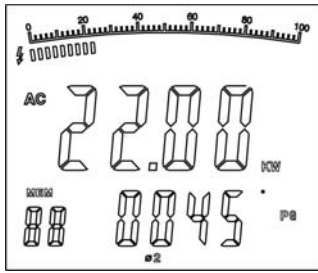

Figura 9
2. Después de grabar la medición de la potencia de corriente de la primera fase, pulse SEL para elegir  $\text{Ø}2$ . La doble pantalla muestra el valor KW de potencia activa y el valor PG bifásico “, como en la figura 9.